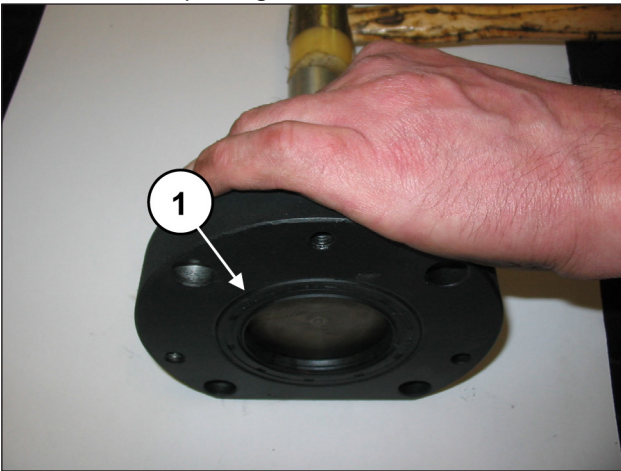
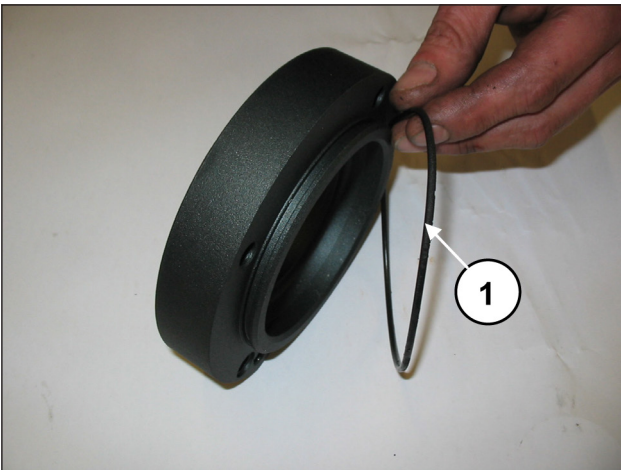
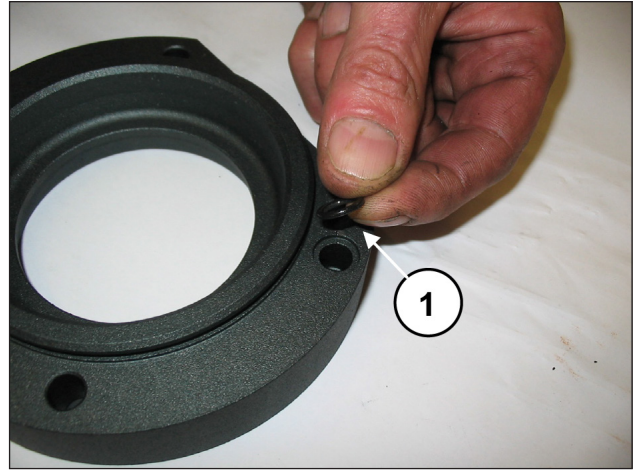

Fig. 29
Fig. 30
Fig. 31
Extraire la bague d'étanchéité radiale (rep. ①, Fig. 29), le joint torique extérieur (rep. ①, Fig. 30) et le joint torique de l'orifice de lubrification (rep. ①, Fig. 31).